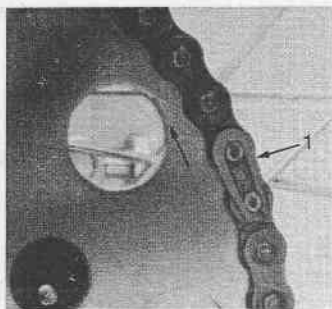

Fig. 26 - Giunto catena
- Mediante una pinza rimuovere il giunto catena (Fig. 26) e sfilarla.
- Lasciare scolare le eccedenze d'olio, rimontare la catena ed inserire il giunto come indicato in Fig. 26.